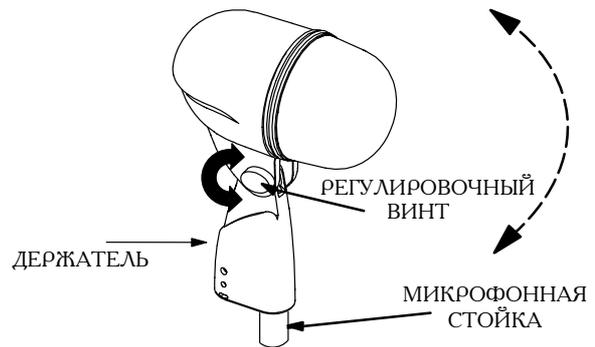

РИС. 3
1. Привинтите держатель к микрофонной стойке (см. Рис. 3). Установите необходимую высоту и расположение микрофонной стойки.
**Держатель:** Сборный, блокирующийся, с регулировкой наклона в 180°, со стандартной 5/8"-27 резьбой (см. Рис. 3)